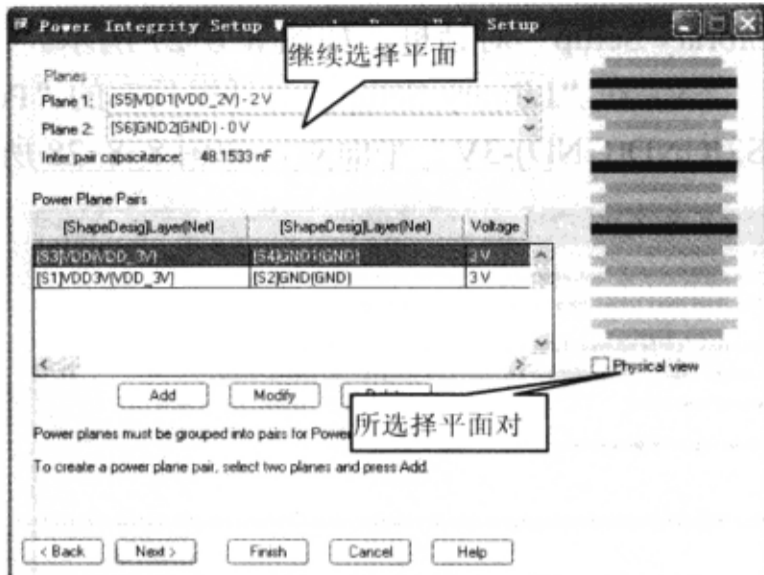

图 8-8-24 为平面对选择平面
(6) 在“Planes”区域做如下设置: 在“Plane 1”下拉菜单中选择“[S5]VDD1(VDD\_2V)-2V”电压平面; 在“Plane 2”下拉菜单中选择“[S6]GND2(GND)-0V”电压平面, 如图 8-8-24 所示。